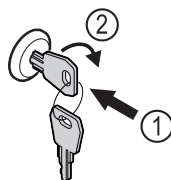

Fig. 103
- Włożyć kluczyk Fig. 103 (1).
- Przekręcić kluczyk o 90° w prawo Fig. 103 (2).